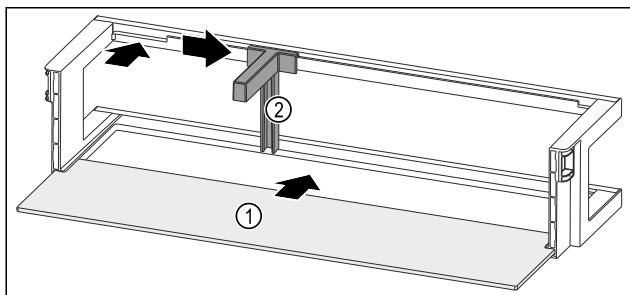

Fig. 123 Odkladací priestor vo dverách s odkladacou plochou
- ▶ Zasuňte odkladaciu plochu Fig. 123 (1) do bočných vybrání.
- ▶ Vložte držiak fľaš Fig. 123 (2) do vybrania.
- ▶ Potlačte držiak fľaš Fig. 123 (2) v požadovanej polohe do strany.